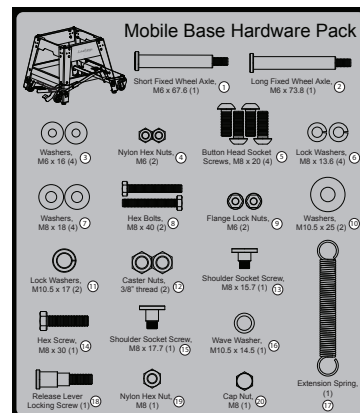

Fig. 1
1. Localisez tous les composants de la base mobile indiqués à la page 1. Tout le matériel nécessaire à l'installation de la base mobile se trouve dans l'ensemble matériel de la base mobile (voir fig.1). Afin d'identifier facilement le matériel utilisé dans chacune des étapes suivantes, les différents éléments de matériel sont numérotés sur l'ensemble matériel et sur les figures. S'il vous manque l'ensemble matériel ou l'un des composants de la base mobile, appelez le service après-vente SawStop au 503-582-9934 pour obtenir un remplacement.